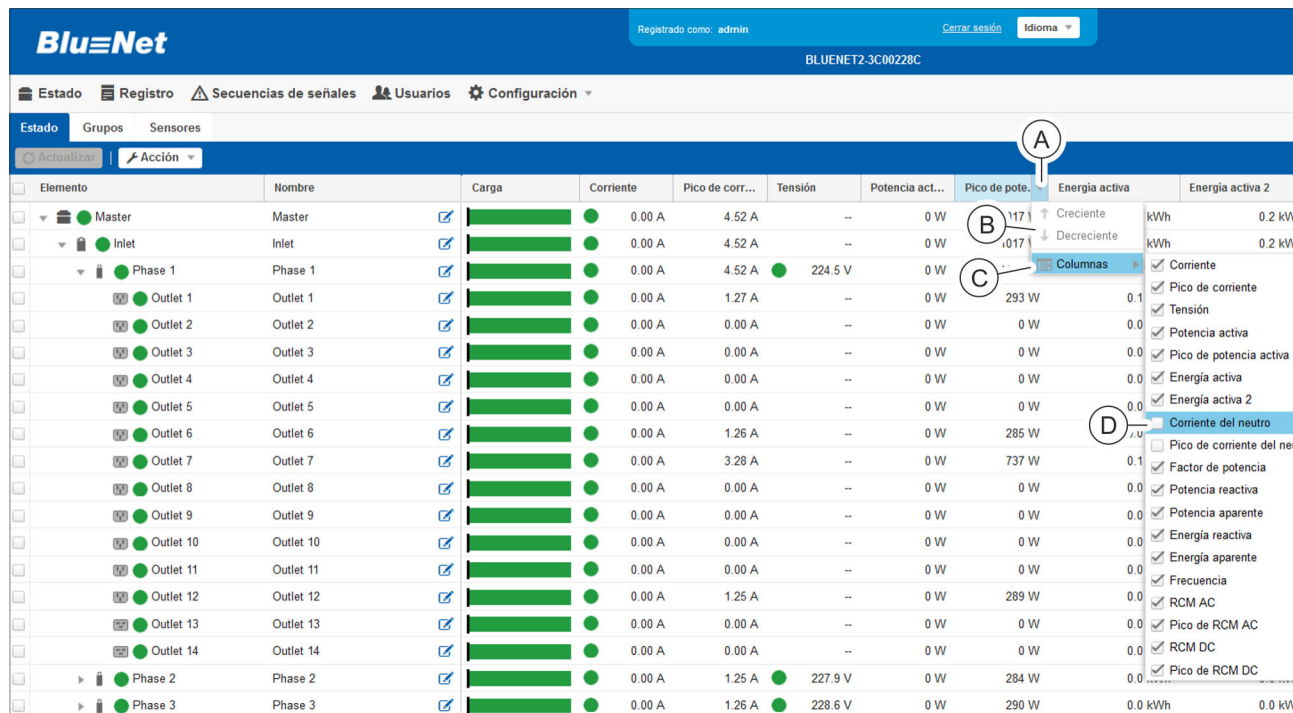

Fig. 94: Cambiar el agrupamiento de determinados valores medidos
1. Mueva el cursor del ratón hasta la línea de títulos de los valores medidos (Fig. 94/A).
i El orden de los parámetros mediante el punto de menú "Creciente" o "Decreciente" (Fig. 94/B) está desactivado.
2. Con el punto de menú "Columnas" (Fig. 94/C) muestre u oculte los parámetros que desee seleccionando la casilla de verificación correspondiente (Fig. 94/D).